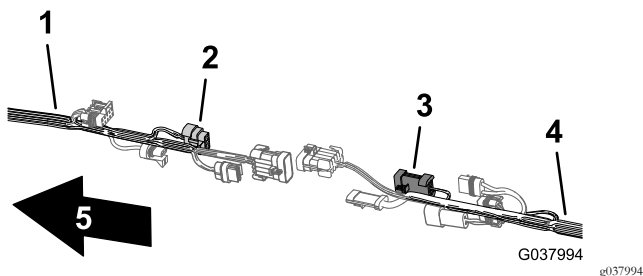

Рисунок 108
4. Вставьте 8-штыревой соединитель переднего жгута проводов, предназначенного для промежуточного соединения жгута проводов опрыскивателя, в 8-гнездовой соединитель заднего жгута проводов, предназначенного для переключателя интенсивности опрыскивания (Рисунок 108).